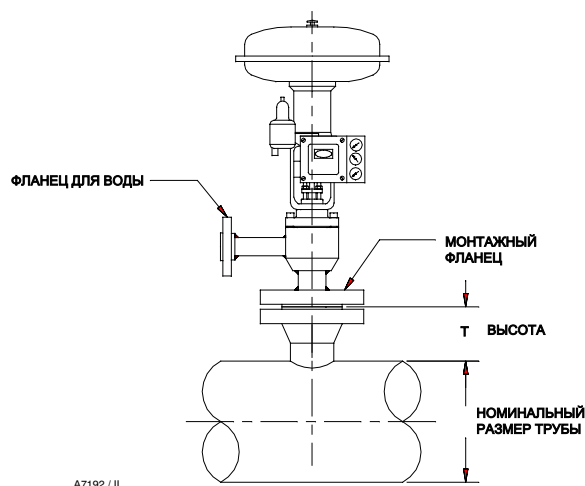

Рис. 4. Положение T DVG/AF
1. Установите пароохладитель DVG/AF на паропровод, в патрубок с фланцевым соединением (для определения длины T см. таблицу 2 и рис. 4). Прикрутите к фланцу патрубка в соответствии со стандартной практикой устройства трубопроводов.